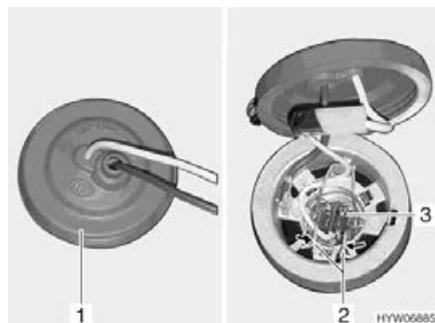

Bild 289 Nebelscheinwerfer
- Hinter den Nebelscheinwerfer greifen und Gummikappe (Bild 289,1) vom Lampengehäuse ziehen.
- Metallbügel (Bild 289,2) zusammendrücken und aus der Halterung schwenken.
- Glühlampe (Bild 289,3) mit Kabel aus dem Lampengehäuse entnehmen.